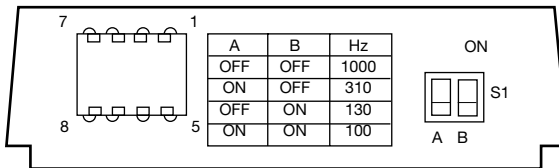

Abb. 12
- Wenn die Pulsweitenmodulationskarte (PWM) als Optionskarte ausgewählt wurde, ist der DIP-Schalter auf der PWM-Karte einzustellen (siehe Abb. 12). Wählen Sie die gewünschte Ausgangsfrequenz mit Hilfe der Tabelle auf der PWM-Karte und stellen Sie die DIP-Schalter entsprechend ein. Setzen Sie den Stecker der PWM Karte auf die freien Stifte der Stiftleiste JP7. Beobachten Sie an einem Oszilloskop den PWM-Ausgang bezogen auf GND. Schalten Sie das UCM ein.